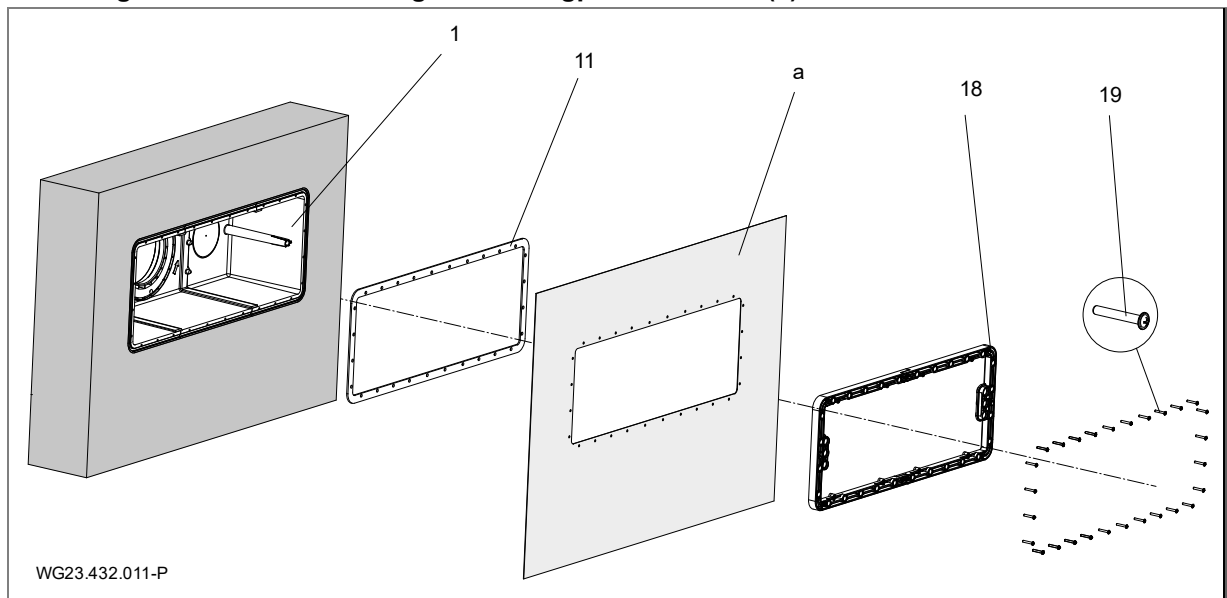

Bild 7
För tätning mot betongväggen rekommenderas en kringgående ring av epoxiharts/kvartssand på höljets utsida som är riktad mot poolen (1). Se "Bild 7" på sida 14